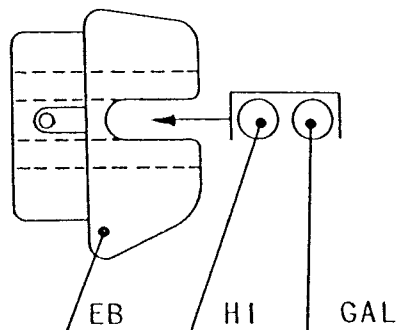

Fig. 1
- 1 - Engager galhaubans et haubans intermédiaires dans leur logement (fig.1)